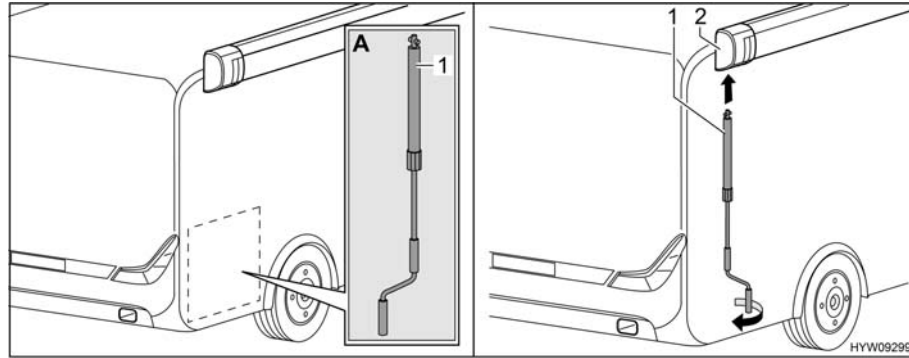

Fig. 25 Applicazione manovella
- Prelevare la manovella (Fig. 25,1) dal garage di coda (Fig. 25,A).
- Inserire la manovella nel supporto a baionetta (Fig. 25,2) della tenda.